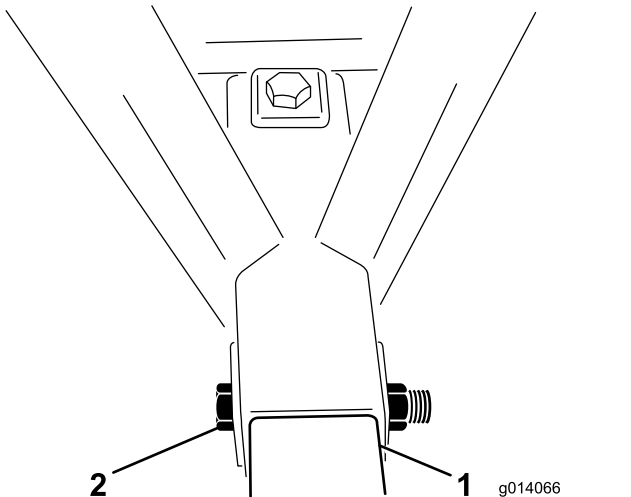

图 4
- 把一个 1 x 6½ 英寸 的螺栓从框架插入挂钩管然后使用锁紧螺母固定 (图 4)。上紧锁紧螺母扭矩至 9761,193N·m。
- 把一个 1 x 6½ 英寸 的螺栓从框架顶部插入挂钩管然后使用锁紧螺母固定 (图 4)。上紧锁紧螺母扭矩至 976~1,193N·m。